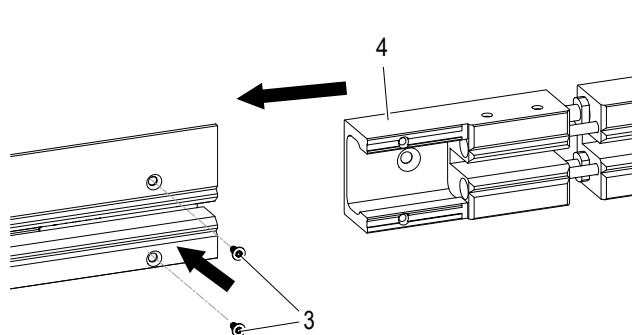

Abb. 62: Dehnelement (1) montieren
→ Das Dehnelement (4) auf die Schienenseite mit Einspeisesegment schieben und die 2 selbstfurchenden Schrauben M3 x 8 (3) mit Anziehdrehmoment 2,0 Nm und Schraubentyp Innensechsrund (TorxPlus) TP10 festziehen (siehe Abb. 62). Diese Schrauben (3) müssen mit einem Drehmoment-Abschalterschrauber (maschinell) angezogen werden.